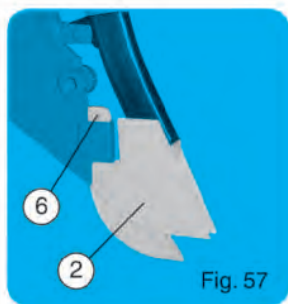

Fig. 57
- Remove the shoe 7065a, then position the tip (2) ref 7065b (fig. 57). Split open wide the pin (6) so that it does not touch the disc openers.
- W wersji do wysiewu buraków należy ściągnąć redliczkę 7065a (standardowa do wysiewu kukurydzy), a następnie umieścić w tym miejscu czubek redlicy (2) nr kat. 7065b (do buraków, rzepaku i innych drobnych ziaren) (fig. 57). Pochylić zawleczkę (6) oddalić w taki sposób, aby nie dotykała talerzy otwierających bruzdę.
- Demontați papucul 7065a, apoi montați vârful (2) ref. 7065b (fig. 57). Trageți știftul (6) la o distanță suficientă pentru ca acesta să nu atingă discurile.